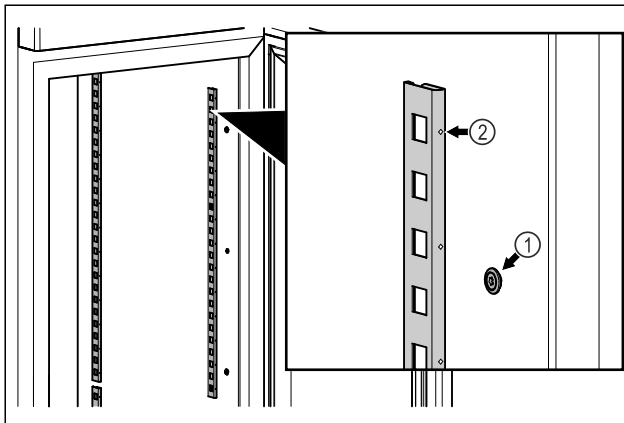

Fig. 17 Beispielhafte Darstellung
- ▶ Rastenleisten in Aufhängung Fig. 17 (1) einhaken. Markierung Fig. 17 (2) muss nach vorne zeigen.